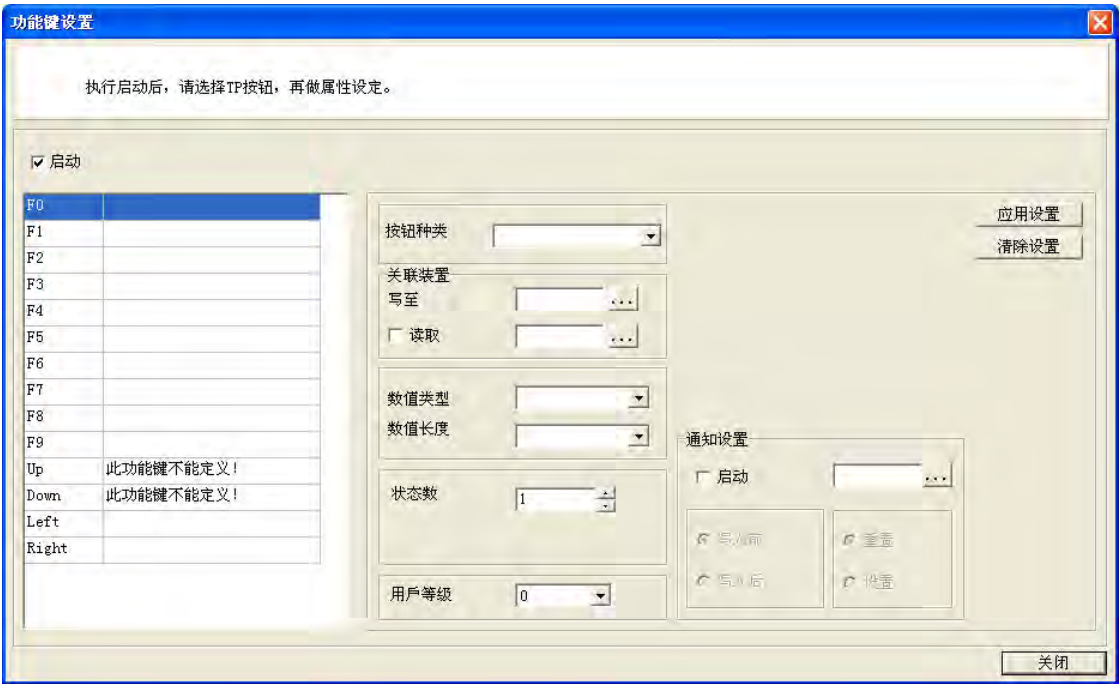

图 5-4 功能键设置窗口
用于对任一页面设置实体TP功能键对应功能。TP功能键被按下时，TP人机触发设置功能。可单击 页面设置 (L) > 功能键设置 (E) ，或是在此页面上单击右键开启 右键快捷选项 > 功能键设置 。将开启功能键设置窗口如图 5-4，勾选「启用」后便可进行相关的设置。